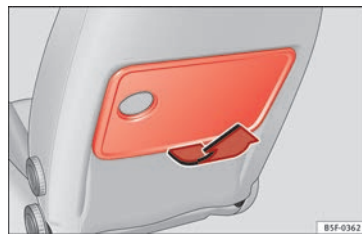

Abb. 154 Sitz vorne links: Klapptisch.
– Klappen Sie den Tisch zum Aufstellen in Pfeilrichtung » **Abb. 154** nach oben.